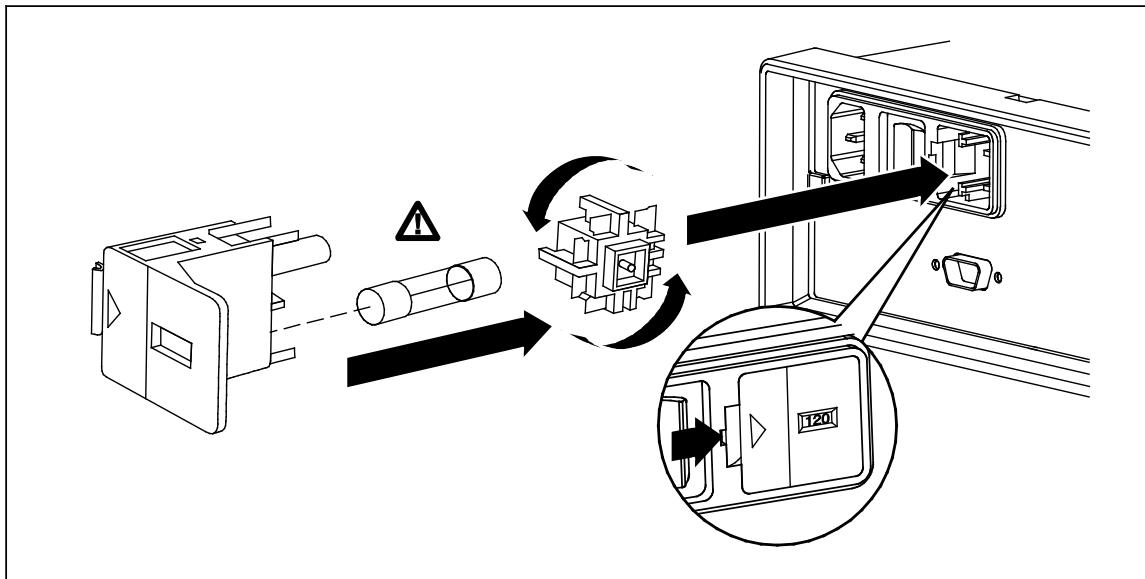

图 2。更换电源保险丝
2. 从保险丝支架左边的窄缝中插入小螺丝刀，向右撬动，直到弹出支架，如图2-1所示。参见图 2。